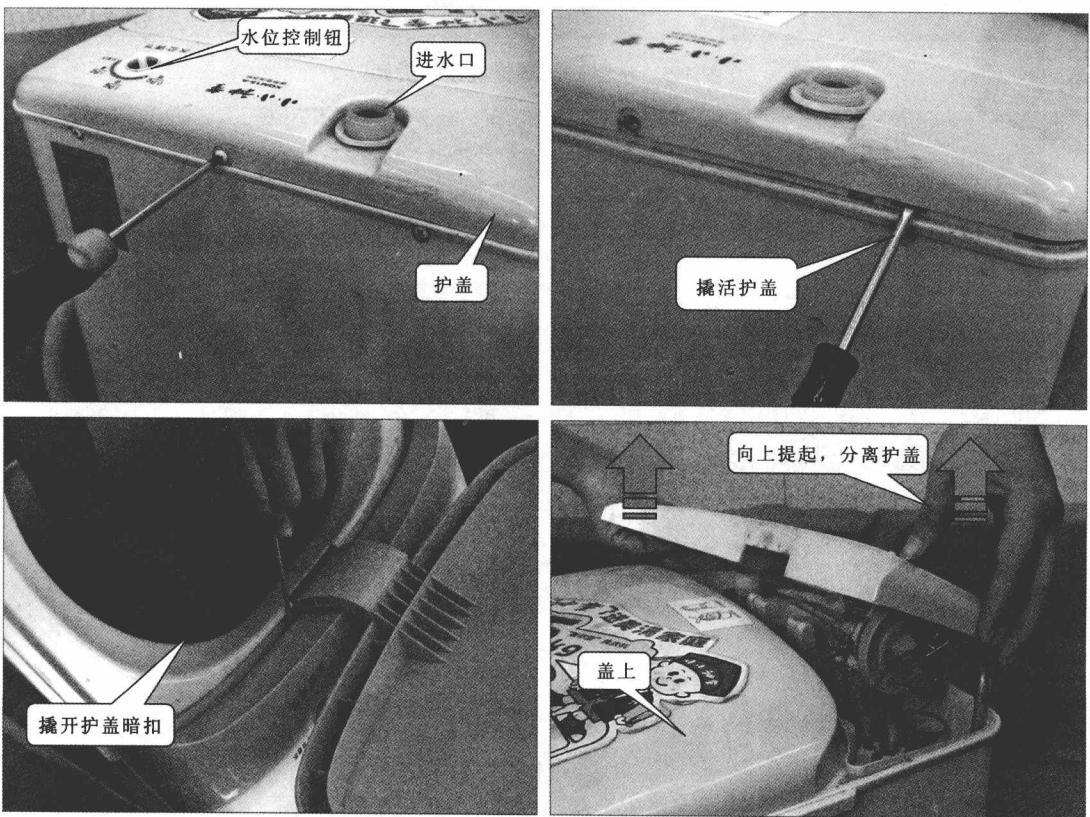

图 1-8 分离护盖
⑥ 分离了洗衣机上盖以后，就可以对上盖里的进水口和水位控制钮进行拆卸，如图 1-8 所示，进水口和水位控制钮被护盖覆盖在了上盖内部，拆卸时，需要使用合适的螺丝刀将固定螺钉取下，然后将护盖后面撬活。护盖与上盖之间还有多个暗扣固定，需要撬开，撬开后，就可以将护盖从上盖中取下来了。取下护盖时一定要将洗衣盖盖上，以免影响上盖的分离。